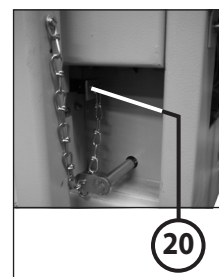

Abb. 8
- 20 = Endschalterverriegelung (Abb. 8)
2. Das Kettenende der dem Verdichter beigelegten Endschalerverriegelung (20) am Shredder-Untergestell (21) in der dafür vorgesehenen Bohrung befestigen (Abb. 8).
3. Den Betätiger (Spezialschlüssel) der Endschalerverriegelung (20) in den Endschalter am Verdichter einstecken (Abb. 8).
a) **Leuchtet** auf, wenn der Anschlussstecker des Verdichters **nicht** in der Steckdose (19) am Shredder eingesteckt ist. Gleichzeitig **blinkt** die Kontroll-Anzeige (5).
b) **Leuchtet** auf, wenn der Betätiger der Endschalerverriegelung (20) **nicht** im Endschalter am Verdichter eingesteckt ist (Abb. 8).
c) **Leuchtet** auf, wenn die Einfüllklappe (24) oder die Ausstoßklappe (25) **nicht** geschlossen ist. **Hinweis:** Der Shredder kann solange eine der Klappen geöffnet ist nicht gestartet werden. Der Press-Stempel im Verdichter kann bei geschlossener Einfüllklappe weiterhin im **Tastbetrieb** nach vorne (Ausstoßen des Ballens) sowie nach hinten (Rückhub) gefahren werden.
d) **Leuchtet** auf, wenn der Raum innerhalb des Trichters (16) wegen eines Rückstaus in der Einfüllöffnung des Verdichters vollständig